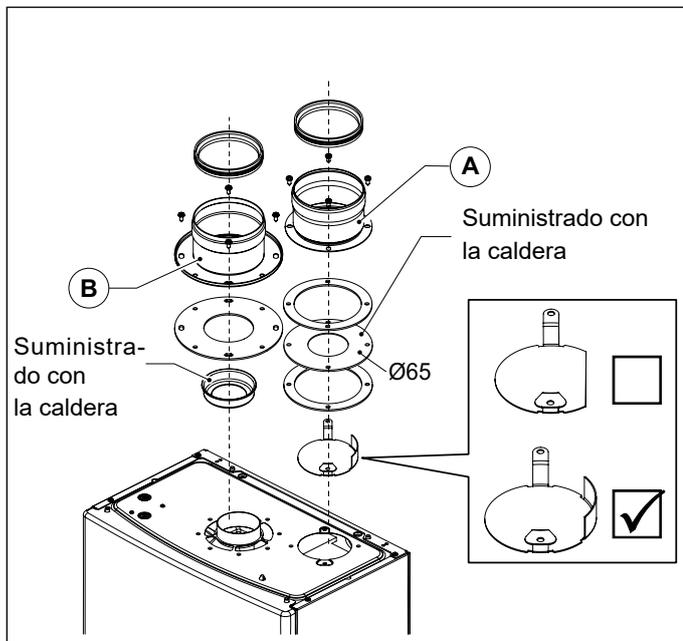

Fig. 10 OSDOPPIA13
- Instalar el deflector de aire específico (ver Fig. 10 OSDOPPIA13).